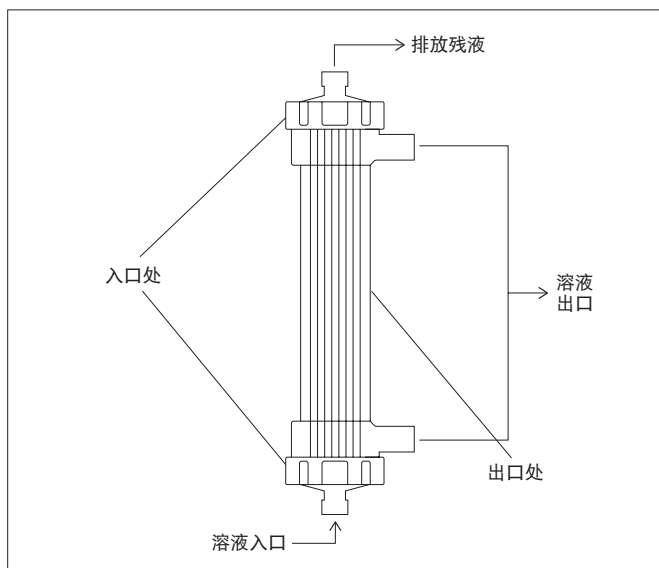

图1 安装方式
- 本器材内部充满反渗透 (RO) 水，故应避免将其置于冷冻环境。
- 连接本器材的各部件，使透析液的过滤方向由内而外（图1）。若连接错误，将无法获得良好的水质。